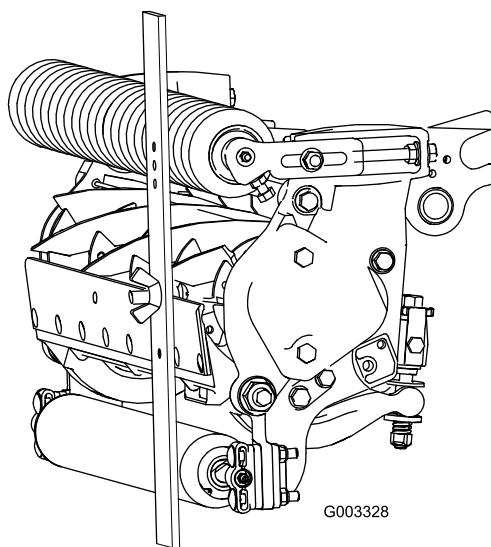

Figure 23
- Accrochez la tête de la vis sur le bord tranchant de la contre-lame et appuyez l'arrière du gabarit contre le rouleau arrière (Figure 23).
- Tournez la vis de réglage jusqu'à ce que le rouleau avant touche le gabarit (Figure 23). Réglez les deux